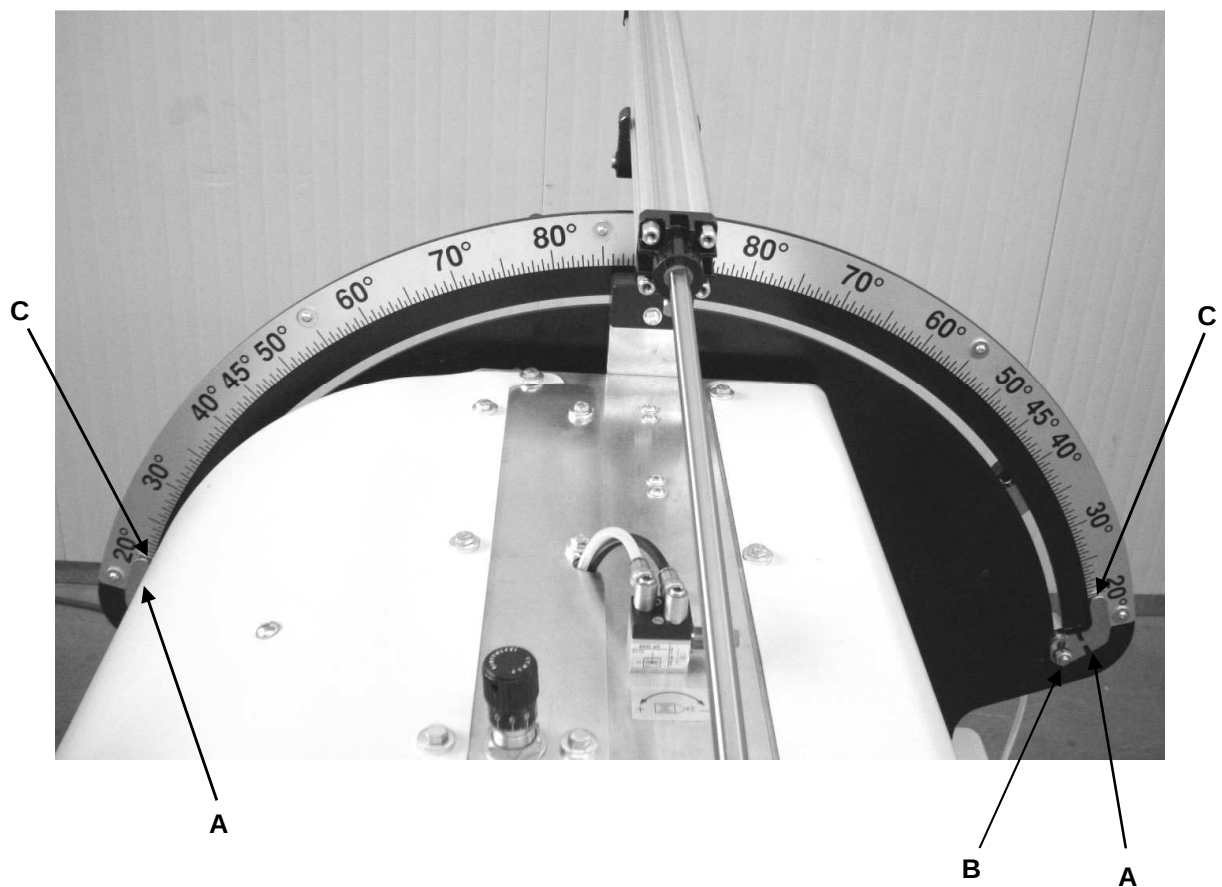

Fig. 09-04
9.4 INTERMEDIATE CUTTING ANGLES (FIG. 09-04)